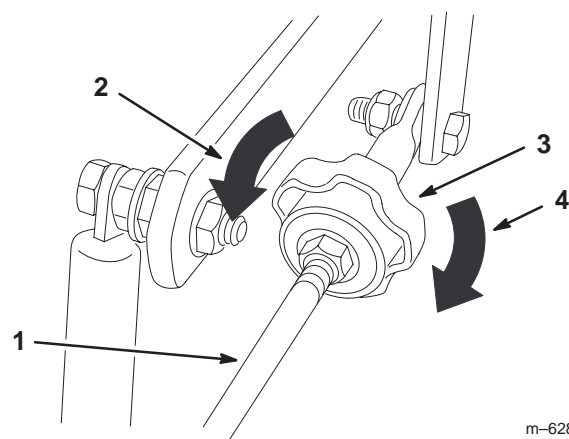

Figure 51
- Pour que la machine tire à droite, tournez le bouton vers la droite de la machine (voir la figure 51).
- Pour que la machine tire à gauche, tournez le bouton vers la gauche de la machine (voir la figure 51).